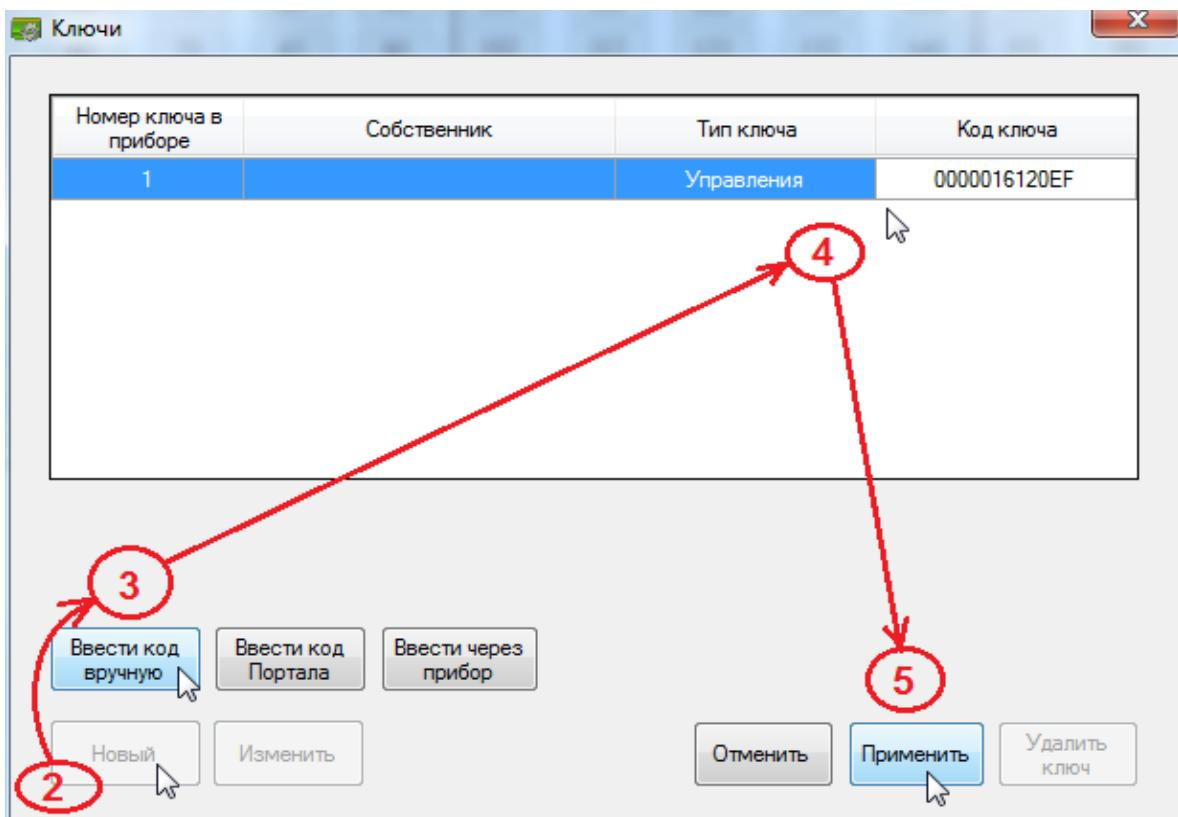

Рис. 22. Диалоговое окно процедуры добавления ключей с вводом кодов вручную
- 2) в появившемся диалоговом окне «Ключи» нажмите кнопку «Новый» (рис. 22, шаг 2) и затем кнопку «Ввести код вручную» (Рис. 22, шаг 3);
3) в поле «Код ключа» и задайте код добавляемого ключа из 12 символов (Рис. 22, шаг 4);
4) нажмите кнопку «Применить» (Рис. 22, шаг 5);